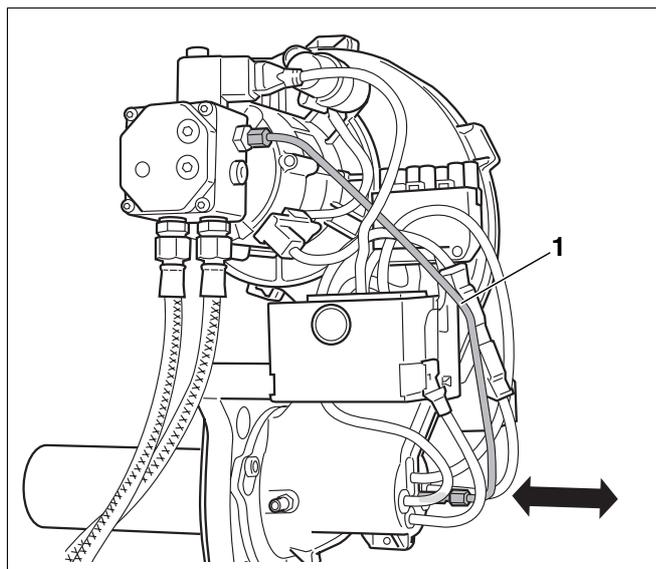

Abb. 32 Korrekten Sitz des Mischsystems prüfen
- Ölzuleitung (Abb. 32, **Pos. 1**) in der gezeigten Weise ca. 5 mm herausziehen.